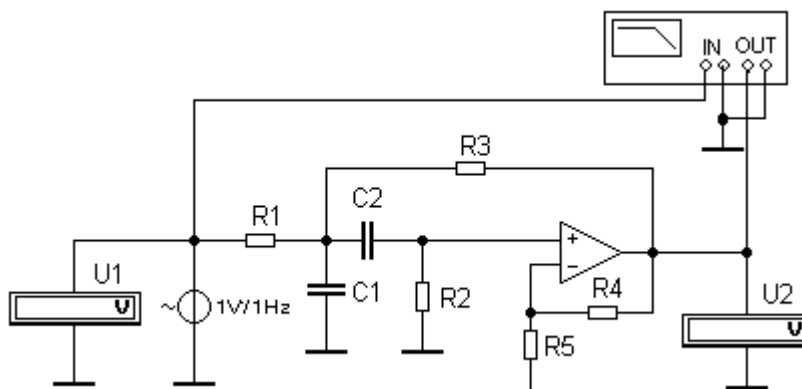

Рисунок 4- Схема исследования частотных характеристик полосового звена
1.Собрать схему электрической цепи (рис. 4).